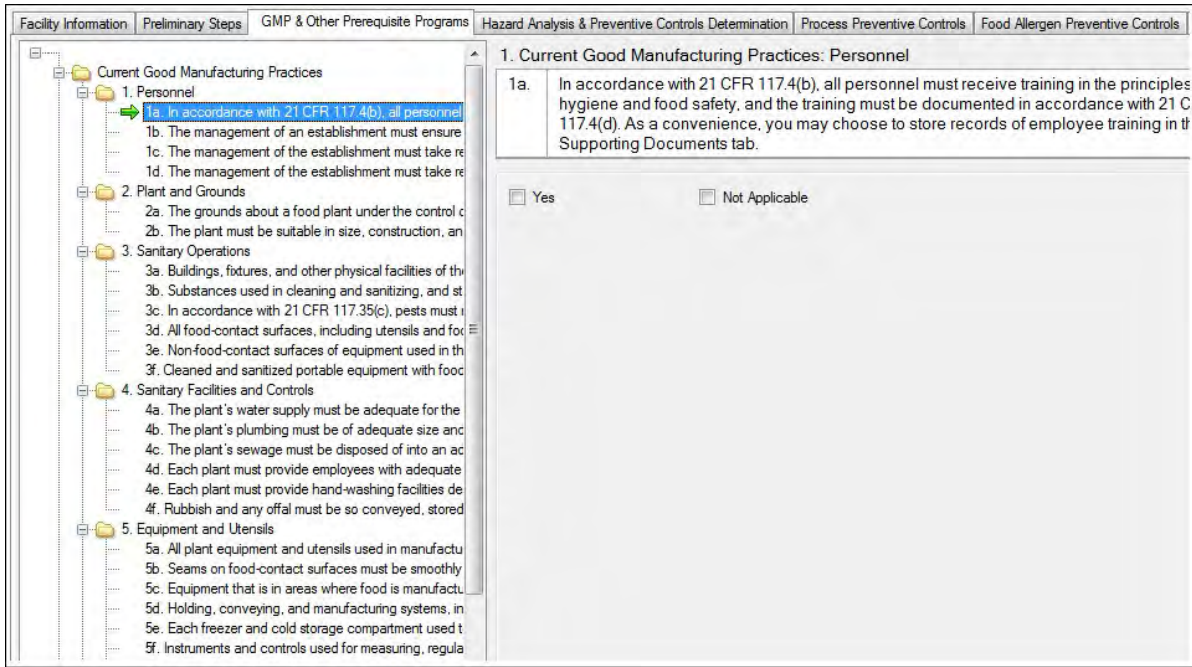

図31: GMPおよびその他の前提条件プログラムの質問
- **Edit (編集)** — 追加した(あるいは既存の)追加前提条件プログラムを編集する(図31および32)には、前提条件プログラムを選択し、該当の前提条件プログラムフォルダを右クリックする。“Edit Prerequisite Program (前提条件プログラムを編集する)”を選択し、名前やコメントを更新する。